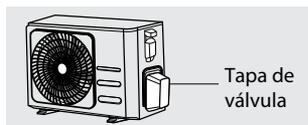

Figura 40
4. Usando una llave, agarre el cuerpo de la válvula. No agarre la tuerca que sella la válvula de servicio. Figura 40.